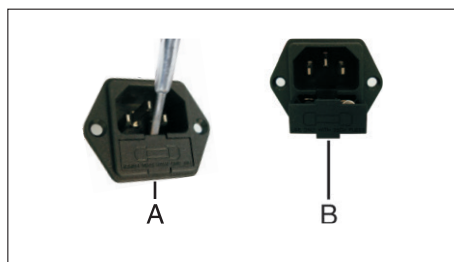

Fig.29
10.1 Introduzca la punta plana de un destornillador en el hueco del compartimento de fusibles situado debajo de la toma de corriente y utilícelo como palanca (Fig.29-Ref.A);
10.2 Extraiga el compartimento de fusibles (Fig.29-Ref.B);
Vuelva a colocar el compartimento en su sitio (Fig.29-Ref.B).